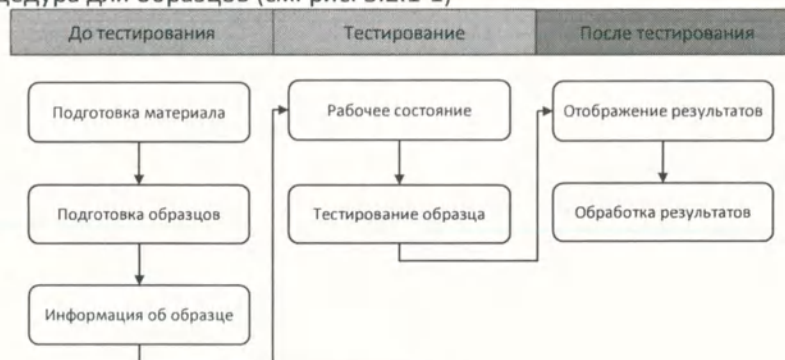

Рис. 3.2.1-1.
Рабочую процедуру можно разделить на процедуру для испытываемого образца, калибратора и контроля. Процедура работы немного отличается в зависимости от тестируемого объекта (см. рисунок 3.2.1-1).
- Рабочая процедура для образцов (см. рис. 3.2.1-1)